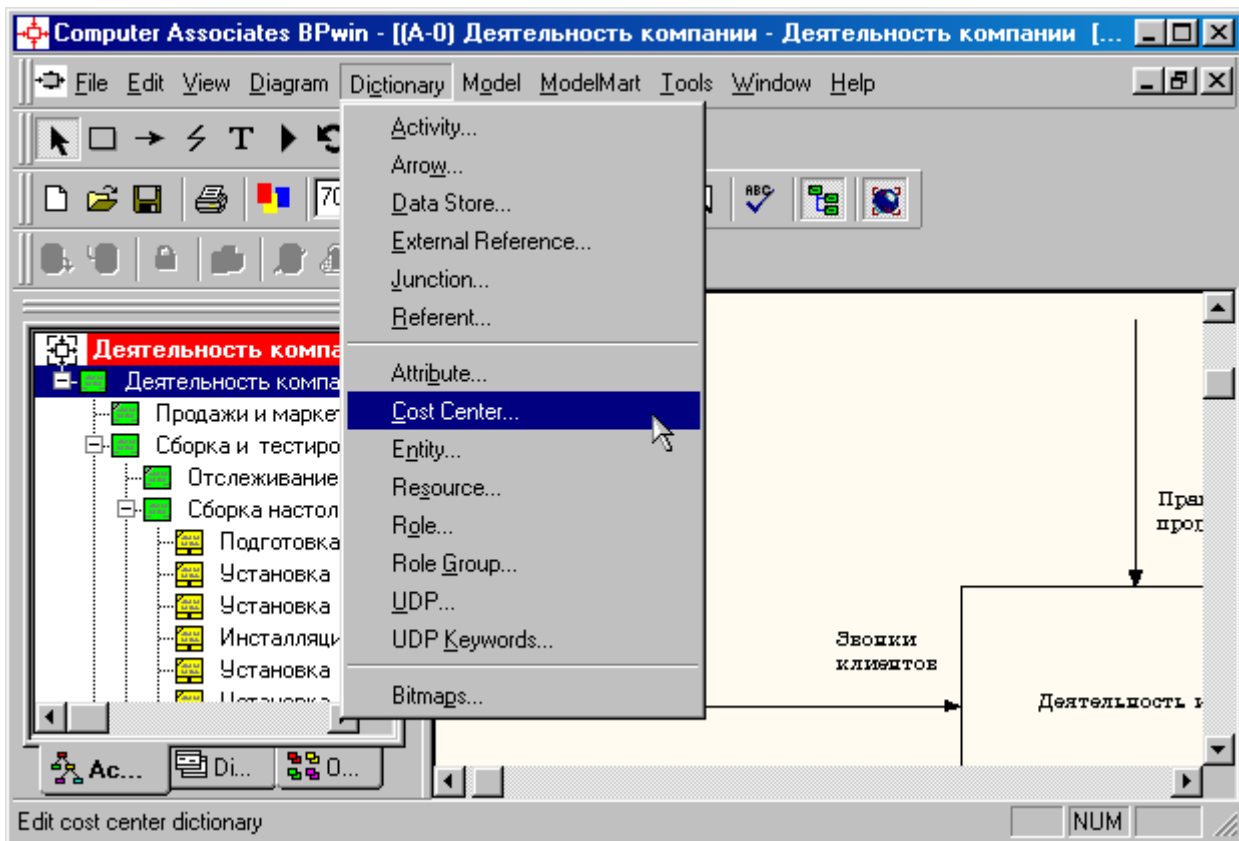
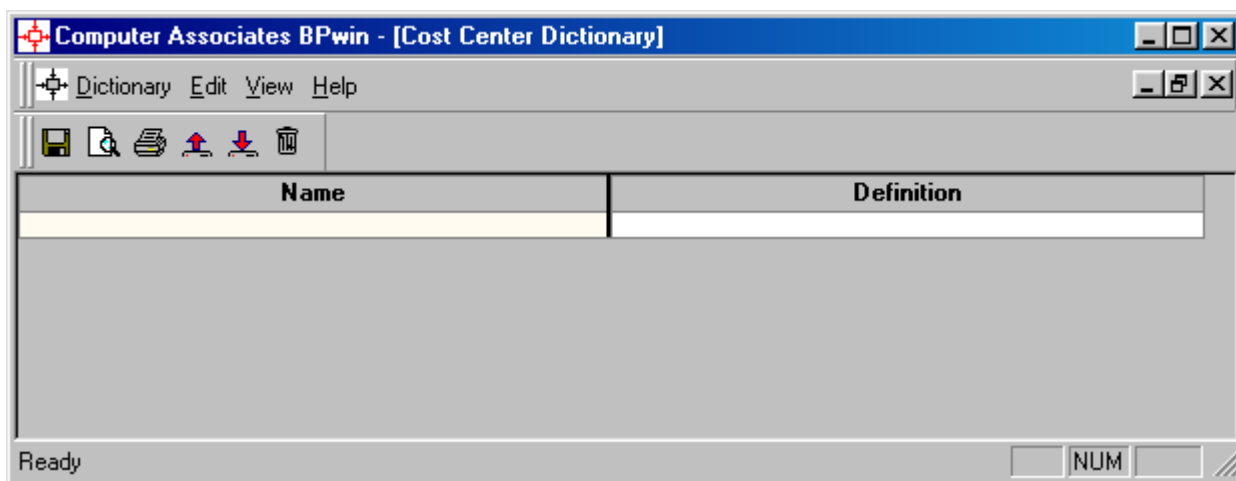

Рисунок 1.66 – Выбор меню **Dictionary/Cost Center**
Рисунок 1.67 – Незаполненное окно **Cost Center Dictionary**
2. Перейдите в меню **Dictionary/Cost Center** (Словарь/Центр Затрат) (рисунок 1.66) и в окне **Cost Center Dictionary** (Словарь Центра Затрат) (рисунок 1.67) внесите название и определение центров затрат в соответствии с таблицей 7.1. Вид окна **Cost Center Dictionary** после внесения название и определение центров затрат представлен на рисунке 1.68 (обратите внимание на то, что центры затрат упорядочились по алфавиту).